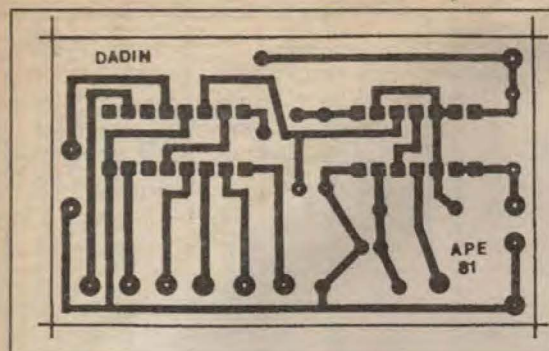

Fig. 2
- **FIG. 2 - LAY OUT DO CIRCUITO IMPRESSO ESPECÍFICO** - Para flexibilizar a instalação final dos LEDs e a própria elaboração do *display*, optamos por não manter os ditos LEDs diretamente conectados à placa, liberando um pouco o desenho geral do padrão cobreado, e assim mantendo as dimensões gerais dentro de medidas bastante compactas... O desenho mostra (tamanho natural, para facilitar a *carbonagem* direta...) a face cobreada do